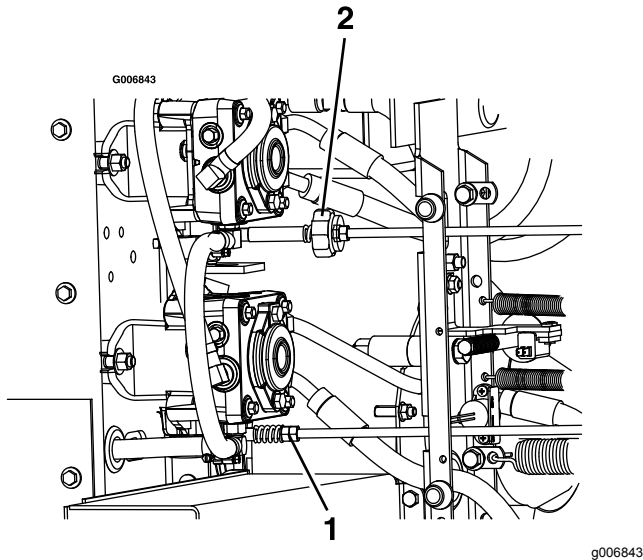

Bild 66
9. Stellen Sie zum Erhalten der NEUTRAL-Stellung die Gestänge der linken und rechten Pumpensteuerstange ein, die die Lenksteuerung mit den Pumpensteuerarmen verbindet, bis die Räder anhalten oder leicht rückwärts kriechen (Bild 66).
11. Drehen Sie die doppelten Muttern am Bauteil mit einem Schraubenschlüssel, um das rechte Pumpengestänge einzustellen (**Bild 66**).